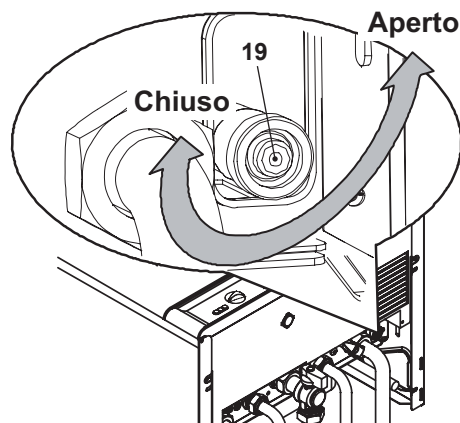

Figura 9.3
- Allentare il rubinetto di svuotamento caldaia 19 indicato in Figura 9.3.